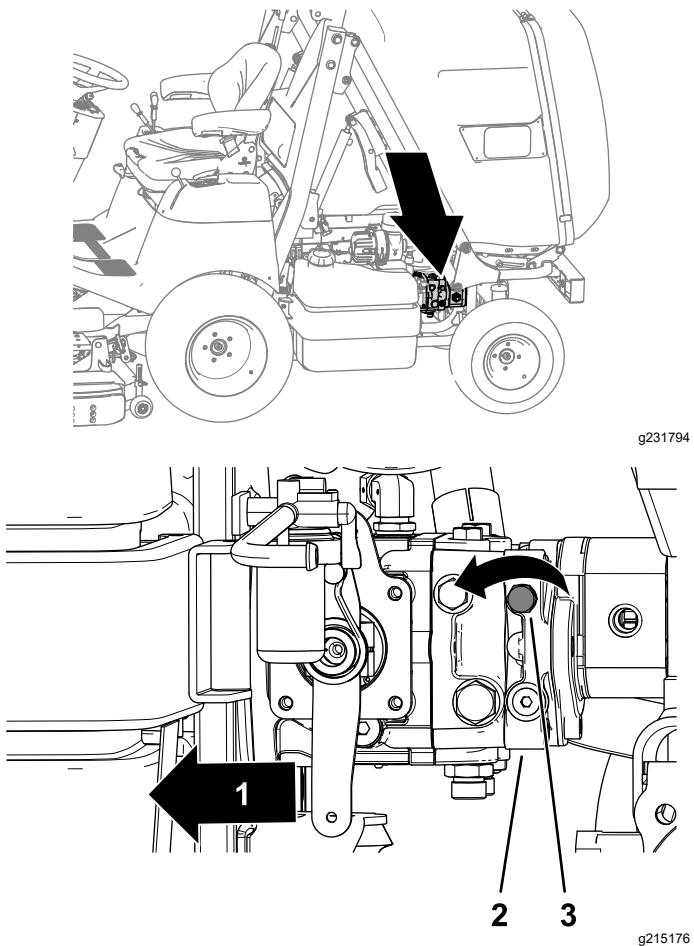

Figura 33
1. Individuate la manopola di comando per la valvola di bypass sul lato sinistro della pompa idraulica (Figura 33).
2. Con una chiave a bussola con bussola da 17 mm, ruotate la manopola di comando di 3 giri in senso antiorario (Figura 33).
2. Con una chiave a bussola con bussola da 17 mm, ruotate la manopola di comando (Figura 33) in senso orario fino a quando non avvertite resistenza (la valvola di bypass è chiusa).